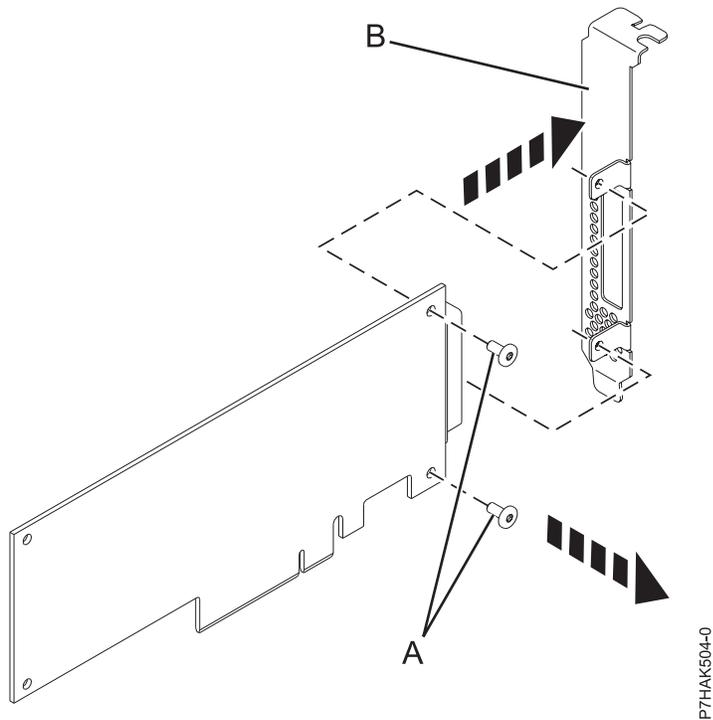

Figura 51. Remover um contraponto de perfil elevado de um novo adaptador PCIe
8. Utilize uma chave de fendas phillips, desaparafuse os dois parafuso de fixação (A) que ligam o contraponto de perfil elevado (B) ao novo adaptador PCIe, como demonstrado na Figura 51 na página 53.